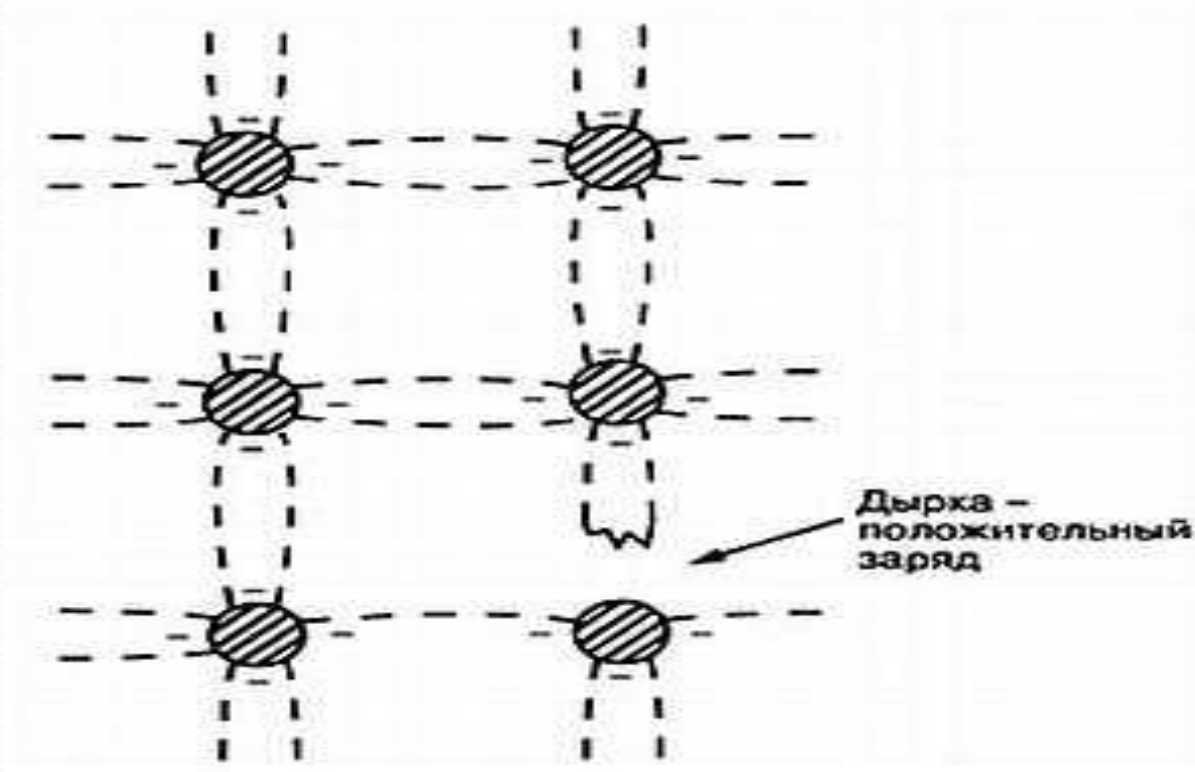

Рис. 1.13. Добавление акцепторной примеси в кристалл вызывает образование дырки, в результате образуется материал **p**-типа
- Для образования материала p -типа, добавляются примеси, галлий или индий, которые называются трехвалентными, поскольку имеют 3 электрона на внешней оболочке. Когда галлий или индий добавляются к кремнию или германию (которые имеют валентность 4), место одного валентного электрона остается незанятым и называется дыркой. Оно имеет положительный заряд и в результате образуется материал p -типа. Примесь, которая приводит к образованию дырок, называется акцепторной (рис. 1.13).